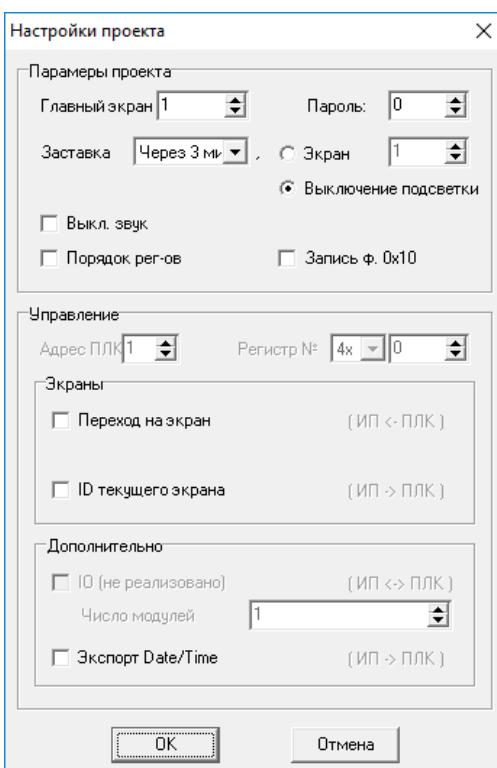

Рисунок 4.3 – Окно «Настройки проекта»
9. Нажать кнопку или выбрать команду «Сервис | Настройка проекта» главного меню программы. Откроется окно «Настройки панели оператора», предназначенное для задания параметров проекта (см. рисунок 4.3).